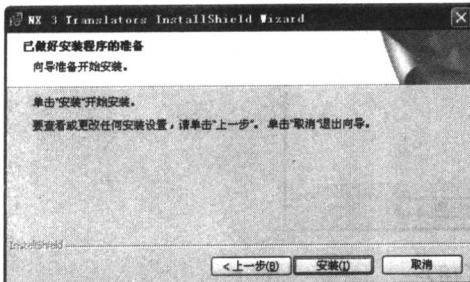

图 1-25 安装步骤 (23)
(30) 单击【下一步】按钮，进入提示安装界面，如图 1-25 所示。